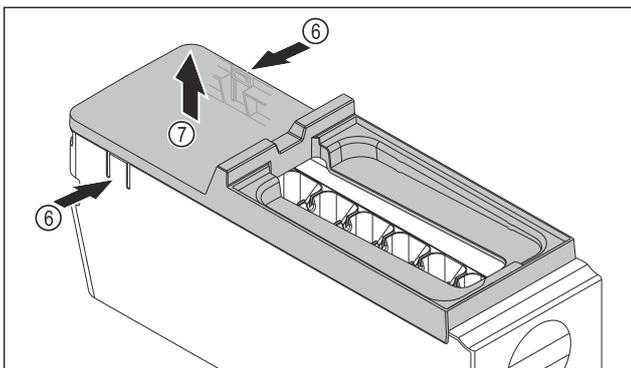

Fig. 213
- ▶ Abdeckung des EasyTwist-Ice-Korpus entnehmen: Laschen Fig. 213 (6) an den beiden Seiten des EasyTwist-Ice-Korpus mit einer Hand drücken.
- ▶ Abdeckung Fig. 213 (7) mit der anderen Hand nach oben entnehmen.